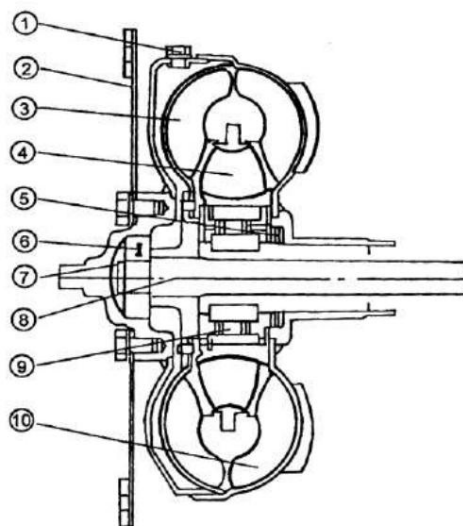

Figura 4-4 Convertidor de par
4. Convertidor de par (véase la figura 4-4)